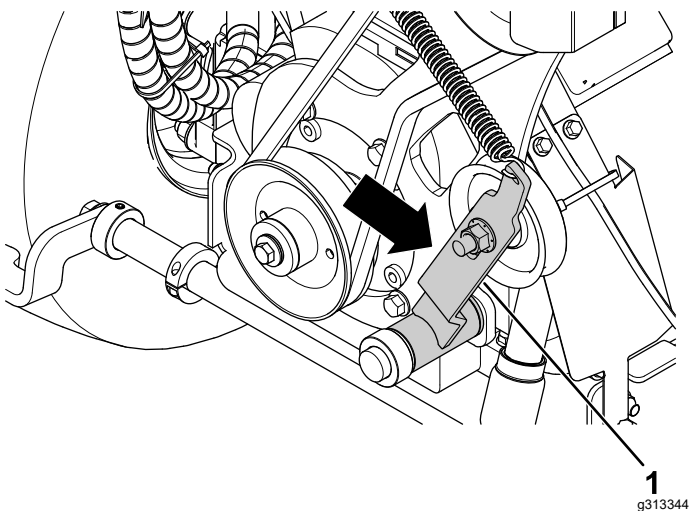

Figura 91
4. Separe el brazo tensor de la correa y retire la correa existente de las poleas (Figura 91).